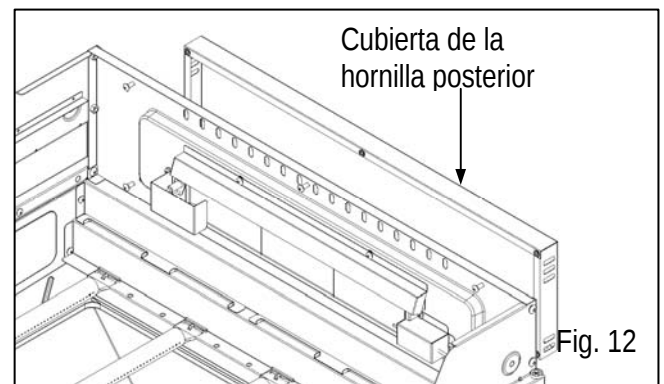

Fig. 12
1. Retirar los 5 tornillos (3/16-24 x 1/2") de la parte posterior de la caja de las hornillas para desprender la cubierta de la hornilla posterior del panel posterior de la caja de las hornillas. Durante este proceso, sostener la cubierta de la hornilla posterior, de lo contrario, se caerá y se puede romper, posiblemente causando lesiones. (Fig. 12)